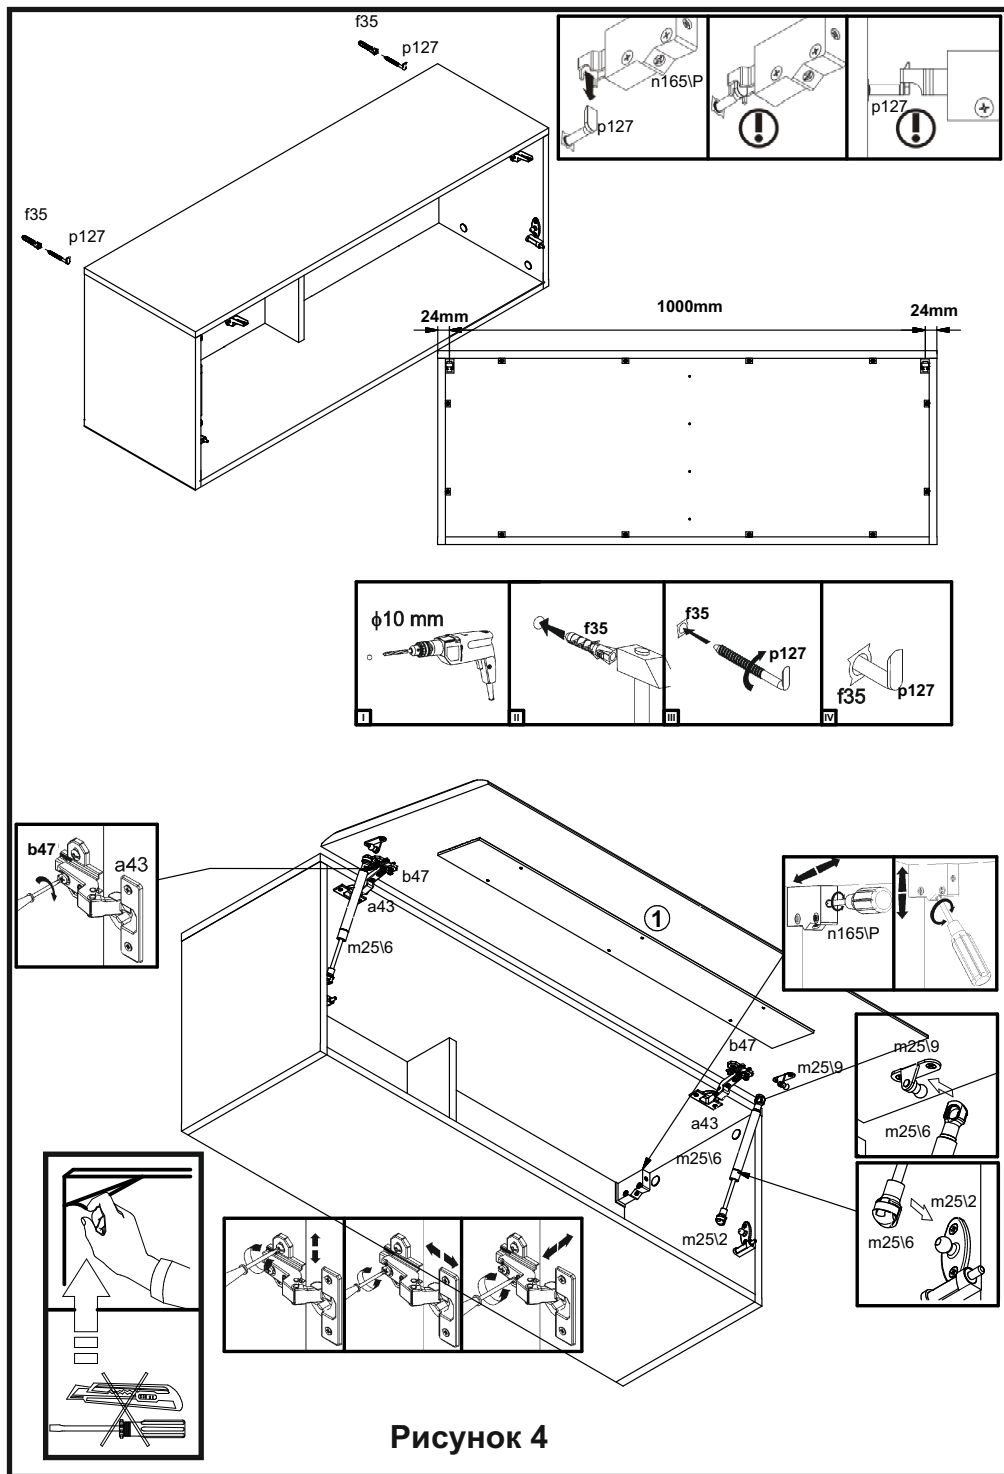

Рисунок 4
13. Для навешивания изделия на стене с помощью карандаша и линейки разметить отверстия (см. рис. 4).
14. В стене просверлить отверстия  $\varnothing 10$ мм (см. рис. 4).
15. Вбить в отверстия в стене пластмассовые дюбеля **f35** и вкрутить крючки **p127** (см.рис. 4).
16. Навесить изделие на крючки **p127**. При необходимости отрегулировать положение изделия с помощью отвертки (см. рис. 4).
20. Навесить дверь **1** на корпус изделия, совместив петли шарнирные **a43** с ответными планками петель **b47**. При необходимости отрегулировать положение двери вращая регулировочные винты (см.рис. 4).
21. Соединить элементы кронштейна двери **m25l2, m25l6, m25l9** (см.рис. 4).